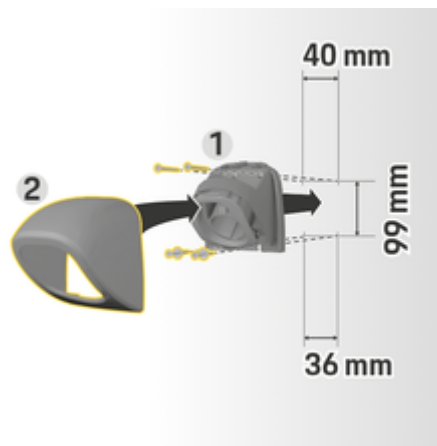

図. 191 ドリル寸法
1. コネクター ファスナー 1 (図. 191) をカバー 2 (図. 191) から取り外します。
4. コネクター ファスナー 1 (図. 191) を壁にネジ留めしてください。
5. カバー 2 (図. 191) をコネクター ファスナー 1 (図. 191) に下から取り付け、押し上げてください。